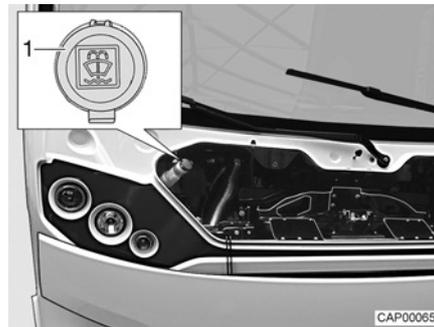

Fig. 8 Tubo de llenado (agua limpia-lavaparabrisas)
- Abrir la tapa (Fig. 8,1) en el tubo de llenado del depósito de agua para lavar.